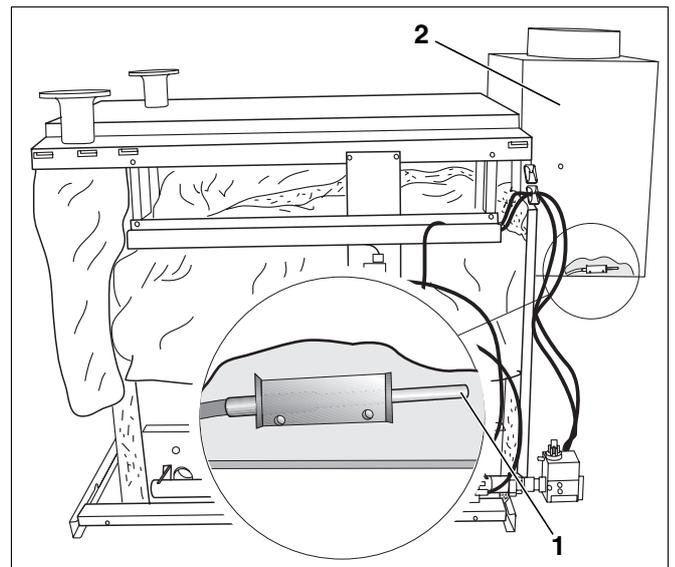

Fig. 14 Controllare la sonda di temperatura fumi
- Svitare la sonda di temperatura fumi (fig. 14, **pos. 1**, due sonde in tutto, una per ciascun bruciatore) dalla protezione antiriflusso (fig. 14, **pos. 2**).
- Tenere posizionata la punta della sonda di temperatura fumi (fig. 14, **pos. 1**) al centro del flusso dei gas combusti con il bruciatore in funzione. Dopo un tempo massimo di 120 secondi, l'alimentazione del gas viene interrotta e il bruciatore si disattiva. Dopo un intervallo di tempo di circa 20 minuti, il bruciatore si riattiva automaticamente, in caso di richiesta di calore.
- Rimontare la sonda di temperatura fumi (fig. 14, **pos. 1**).